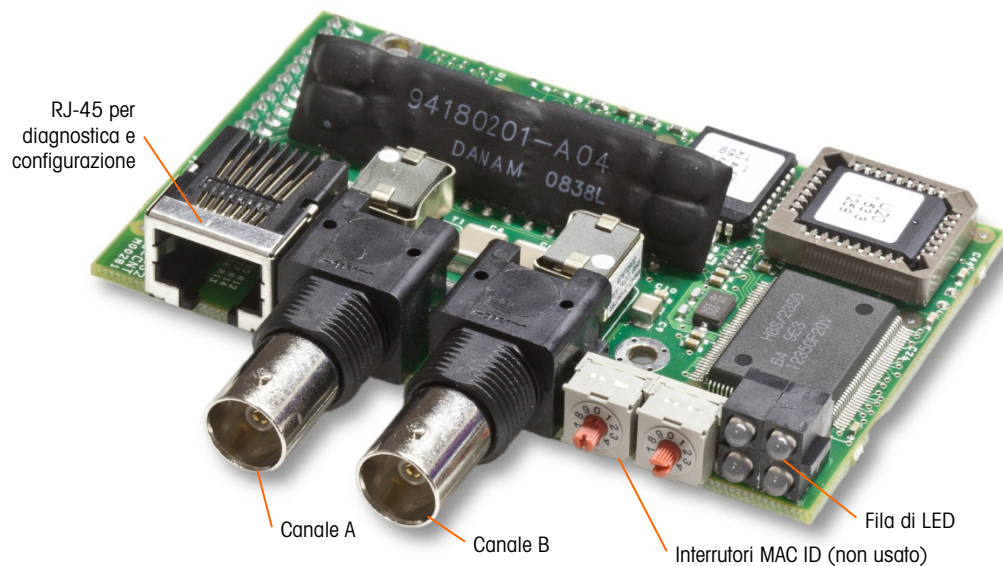

Figura 2-59: Connessioni e componenti del modulo ControlNet
Il modulo PLC ControlNet (Figura 2-59) collega alla rete ControlNet tramite un cavo tap e uno drop dal cavo di dorsale originario. L'opzione supporta una o due connessioni (per ridondanza) Il Canale A serve per la connessione normale, mentre il canale B (ridondante con il canale A) può essere utilizzato se ControlNet non rileva alcun segnale sul canale A. Notare che l'indirizzo del modulo è impostato nel software e gli interruttori degli ID MAC indicati in Figura 2-59 non sono utilizzati.
- **Non** collegare un cavo Ethernet al connettore RJ-45 mostrato sulla sinistra della Figura 2-59. Questa connessione non è utilizzata.